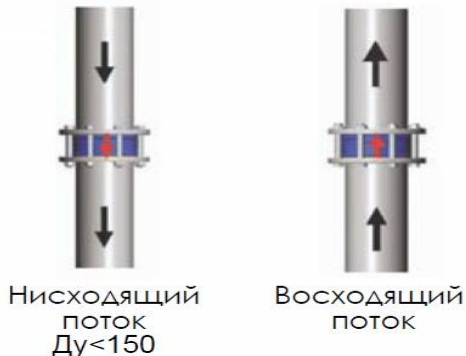

Рис.4
4.10. На вертикальном трубопроводе устанавливаются при движении потока среды снизу-вверх (на восходящем потоке). Для $D_u < 150$ допускается установка на нисходящем движении потока (Рис.4).